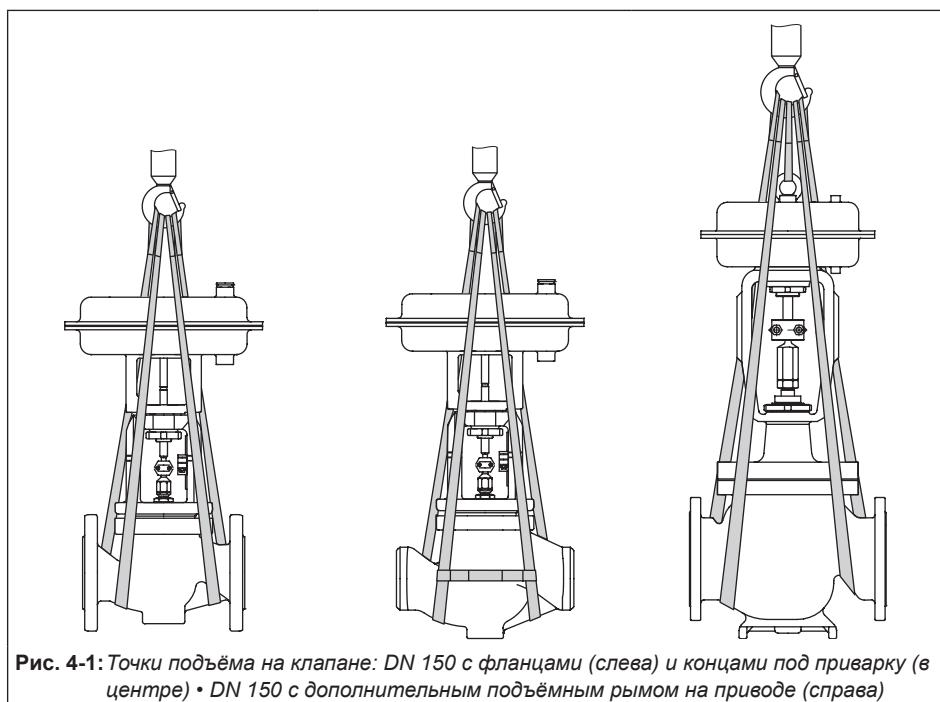

Рис. 4-1: Точки подъёма на клапане: DN 150 с фланцами (слева) и концами под приварку (в центре) • DN 150 с дополнительным подъёмным рылом на приводе (справа)
- Используйте крюк с предохранительной защелкой (см. Рис. 4-1) для фиксации строп от соскальзывания с крюка при подъёме и транспортировке.
1. Прикрепите по одной стропе к концу под приварку корпуса и к такелажному оборудованию (например, крюку) крана или вилочного погрузчика (см. Рис. 4-1).
1. Прикрепите по одной стропе к каждому фланцу корпуса и к такелажному оборудованию (например, крюку) крана или вилочного погрузчика (см. Рис. 4-1).